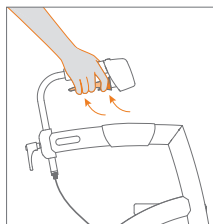

Figure 21: Activation du frein de stationnement.
- c. Voulez-vous mettre le déambulateur sur le frein de stationnement afin que vous puissiez vous asseoir, ou pour être sûr qu'il ne roulera pas en le relâchant ? Serrez d'abord les doigts autour des freins à main puis les leviers de stationnement en même temps. Relâchez ensuite les freins. Votre déambulateur est maintenant en position de stationnement (Figure 21).